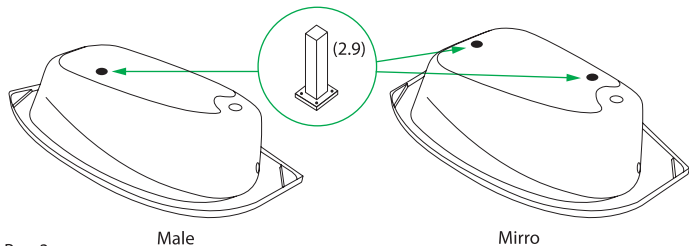

Рис. 3
4. Для угловых ванн закрепить металлические опоры (2.9) к днищу саморезами 3,5x16 (2.7) в местах, указанных на рис. 3;